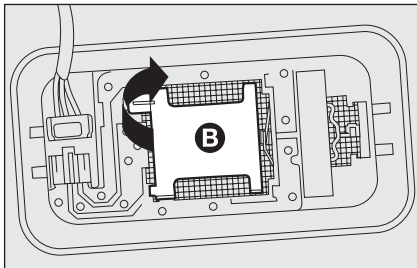

Abb. 26
- ☐ Den Deckel **B-Abb. 26** wie gezeigt öffnen.